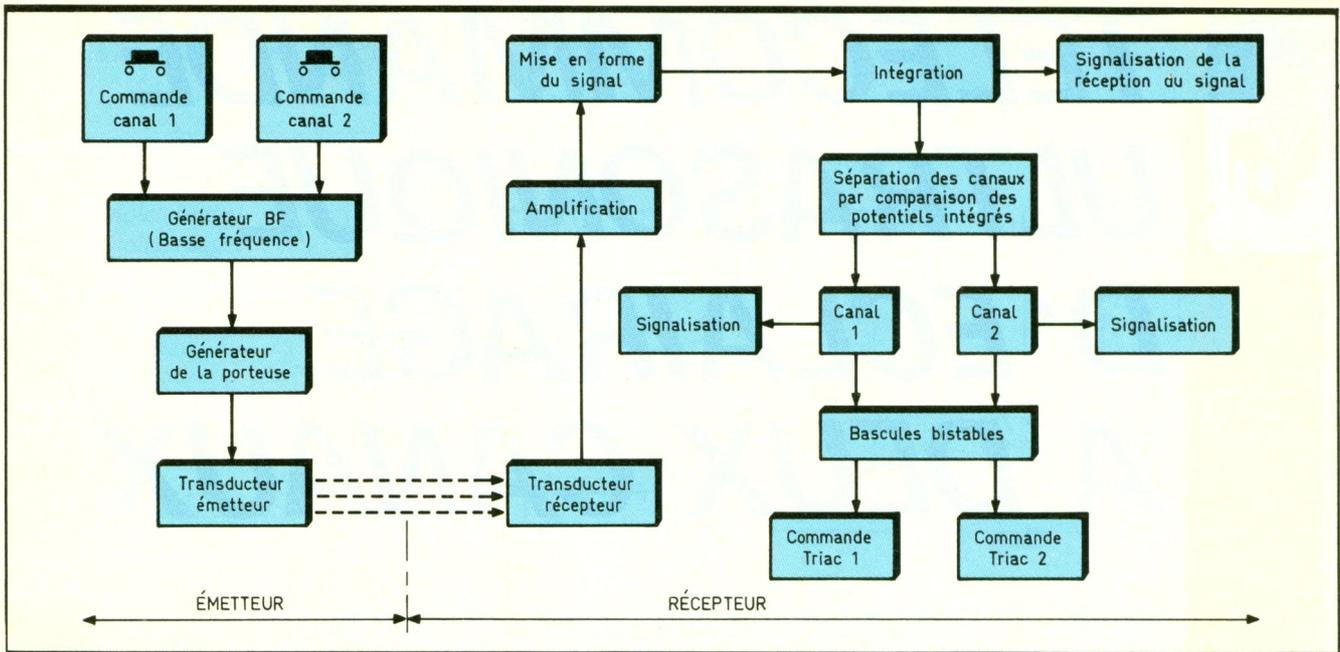

Fig. 1 Synoptique de fonctionnement.
b) Principe de fonctionnement de la télécommande (fig. 1)